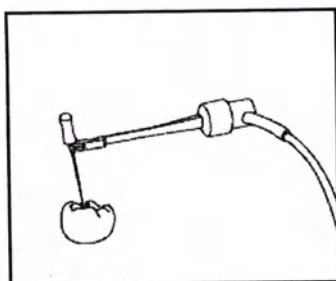

Рис. 11
6) Соедините держатель файлов с эндофайлом. (Рис.11)